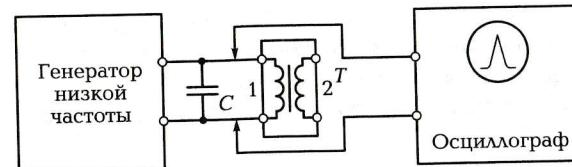

Рис. 3.4. Схема проверки трансформатора резонансным способом
1. Соберите на установочной плате схему измерений, показанную на рис. 3.4.